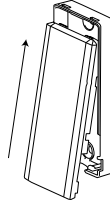

Figure 7: Closing the device cover
4. Fixez les capots sur le socle de l'appareil sur celui de l'aimant. Voir la Figure 7.